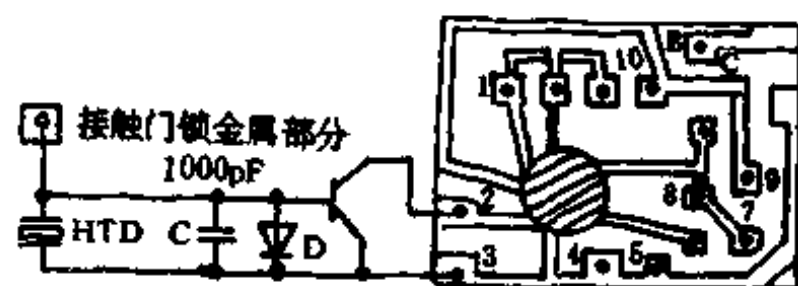

图1-83
该电路采用了语言集成电路CIC5608(电路如图1-83所示)。接上2.4~5V的电源后,调节电阻R,IC即可输出1声或2声极为逼真的狗吠。IC各脚功能为:⑩、④脚接470k $\Omega$ 微调电阻;①、⑪脚接820pF电容;⑧、⑨脚接1 $\mu\text{F}$ 电容;E、B、C接3DX203;⑫、⑬脚接8 $\Omega$ 扬声器;⑤、⑥、⑦脚接选声开关(⑦脚接活动端,⑤、⑥脚接固定端);②脚接触发端;③脚接电源正极;⑦脚接电源负极。